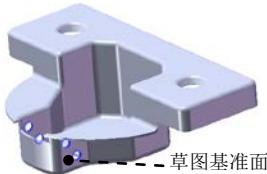

图 16.2.53 切除一拉伸 5
Step11. 创建图 16.2.53 所示的切除一拉伸 5。
(1) 选择命令。选择下拉菜单 **插入(I)** → **切除(C)** → **拉伸(E)...** 命令。
(2) 定义特征的横断面草图。
① 定义草图基准面。选取图 16.2.53 所示的表面作为草图基准面。